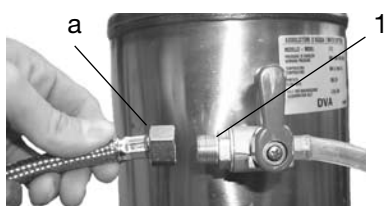

Figura 5
- 1) Utilizzare il tubo **a** (da 900 mm, fornito in corredo alla macchina) per collegare la valvola d'intercettazione della rete idrica al rubinetto **1** di entrata acqua all'addolcitore (figura 5).